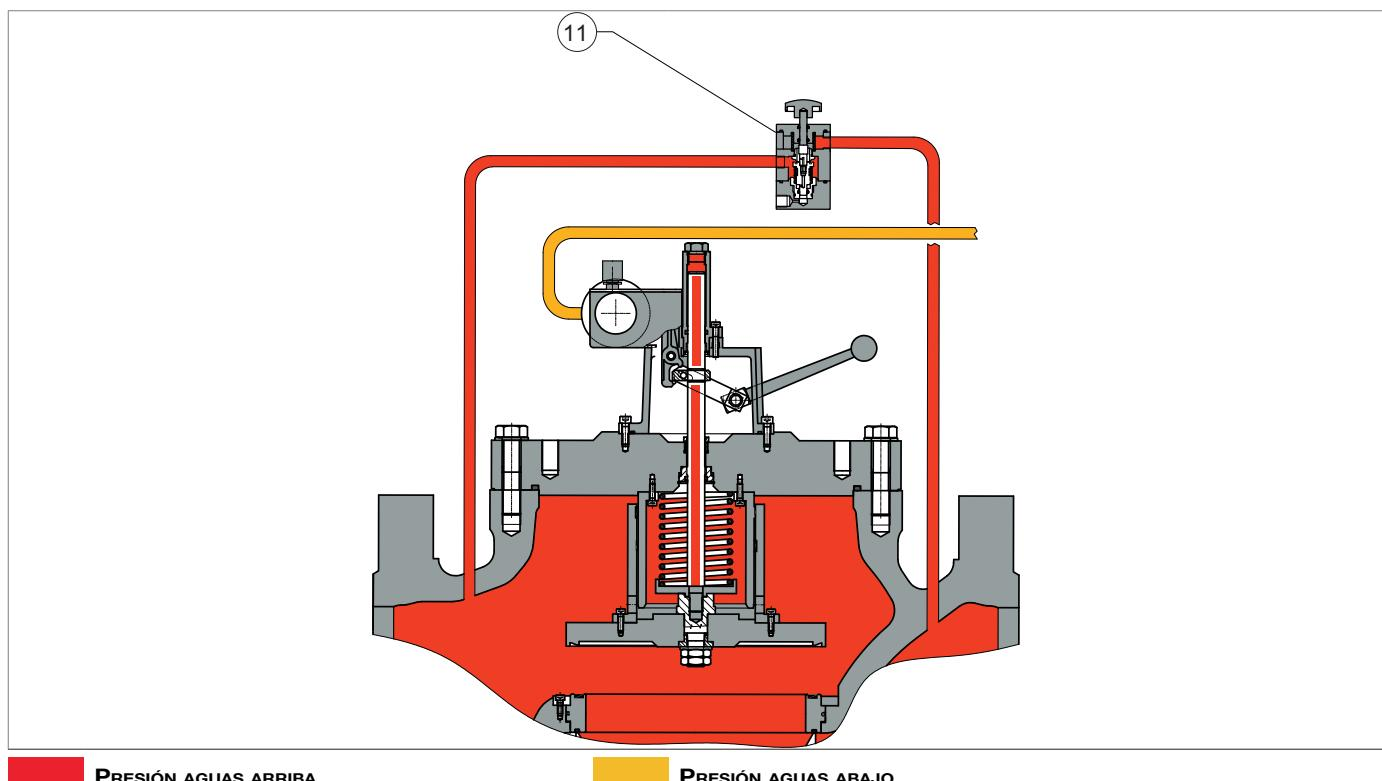

Fig. 4.2. Detalle bypass HP2/2 para válvula de bloqueo SBC 782 10"
Para la versión de 10", el bypass debe realizarse mediante el dispositivo de bypass HP2/2 (Fig. 4.2, ref. 11).